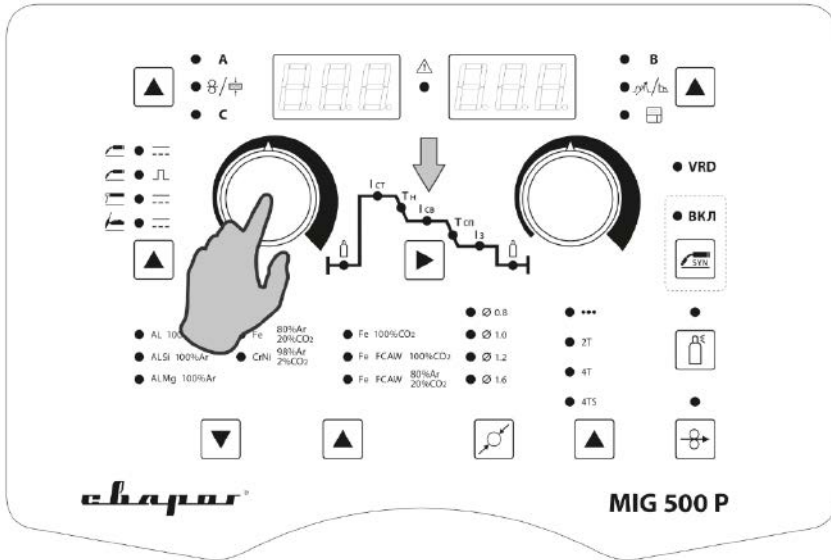

Рис. 12.0.3. Установка силы тока.
5. Установите необходимое значение силы тока (см. рис. 12.0.3). Сила тока выбирается в зависимости от толщины свариваемого металла и диаметра неплавящегося электрода (см. таблицу 12.11.3).